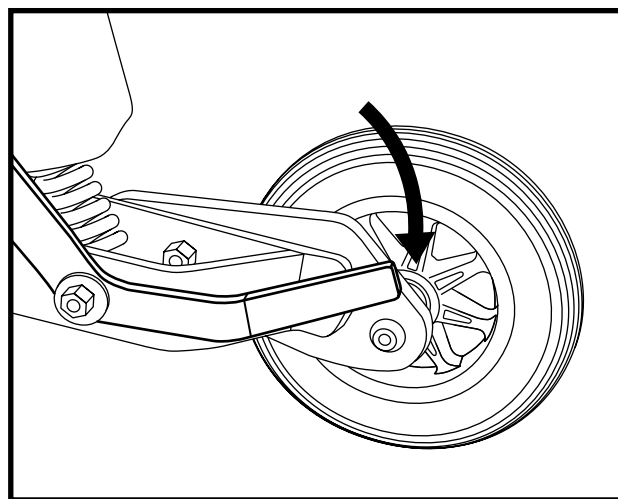

Figure 8. Mode de traction (embrayé)
2. Pesez sur les deux leviers pour embrayer les moteurs et passer en mode roues libres. Voir la figure 8.